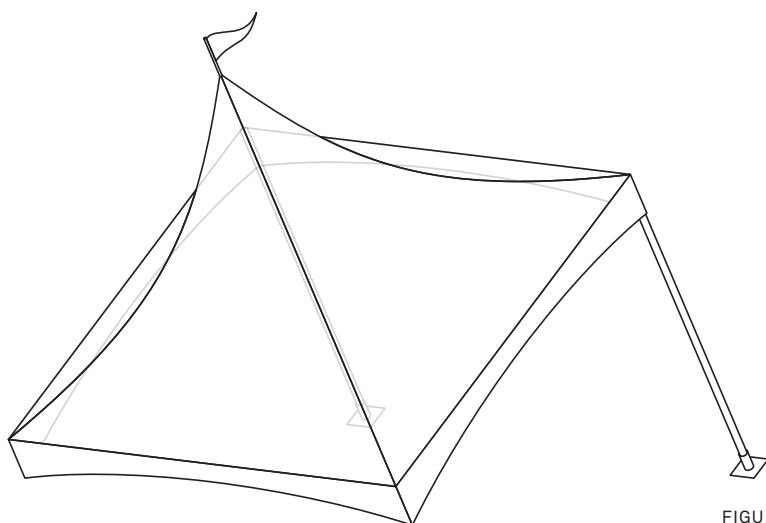
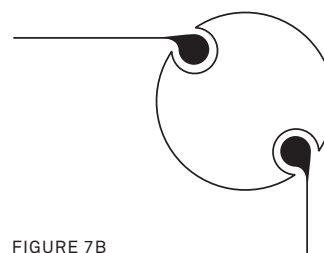

FIGURE 7A
FIGURE 7B
8. Insérez deux piquets dans les connecteurs d'angle, du même côté, de manière à ce que la structure du toit repose de biais au sol (cf. la figure 7a). Veillez à ce que la section élargie de la rainure keder se trouve en haut des piquets verticaux et que les rainures soient disposées suivant un angle de 45° par rapport aux angles de la tente (figure 7b).